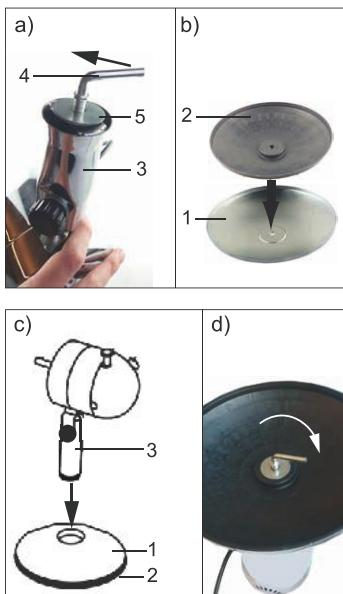

Fig.31: Montaje del soporte
1. Allentare la vite di fissaggio a L (4) dall'attacco.
2. Svitarla in senso antiorario. Fig. 31 a).
3. Rimuovere la rondella (5) dall'attacco (3).
4. Inserire l'inserto come indicato nella fig. 31 b) nella base (1).
5. Posizionare l'attacco sulla base. Fig. 31 c). *L'attacco deve scivolare nell'apposita cavità.*
9. Avvitare la vite di fissaggio a L in senso orario. Fig. 31 d).
11. Svitare le 4 viti a croce (6) ruotando in senso antiorario dal blocco motore.
12. Spingere la griglia di protezione posteriore (7) con l'impugnatura verso l'alto sull'asse motore (14). *Gli occhielli della griglia di protezione (12) devono essere a filo con i fori (13) del blocco motore.*
13. Inserire le 4 viti a croce attraverso gli occhielli della griglia di protezione e nei fori (13) del blocco motore.